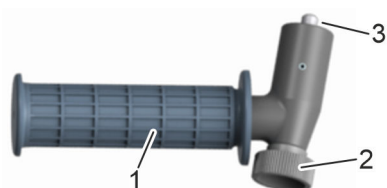

Bild 8: Ställa in handtag
2. ➤ Säkerställ att handtaget är säkrat i anslutningen (Bild 8/3) till kassettdragaren.
3. ➔ Ställ in handtaget (Bild 8/1). Lossa ratten (Bild 8/2), sätt handtaget i önskat läge och skruva fast ratten.